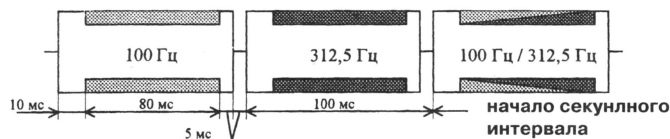
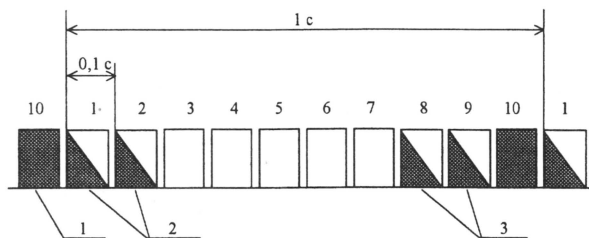

Рис. 1. Фрагмент сигнала типа DXXXW
Рис. 2. Информационная структура сигнала: 1 — секундный маркер, 2 — информационные сигналы, 3 — минутный маркер
Радиостанция РБУ для передачи времени и частоты, а также кодированной информации использует сигналы типа DXXXW (рис. 1). Эти сигналы представляют собой несущие колебания синусоидальной формы с частотой 66,6(6) кГц, прерываемые в течение каждых 100 мс на 5 мс. Через каждые 10 мс после прерывания несущие колебания в течение 80 мс подвергаются узкополосной фазовой модуляции синусоидальными
ординированной шкалой атомного времени России UT(SU) с погрешностью, не превышающей 10 мкс. При этом секундной меткой в сигнале является та врезка, которой предшествует интервал длительностью 80 мс, маркированный поднесущей 312,5 Гц (рис. 1). Минутные метки идентифицируются дополнительным маркированием поднесущей 312,5 Гц двух 80 мс интервалов, предшествующих секундному маркеру. Информационная структура сигнала представлена на рис. 2.